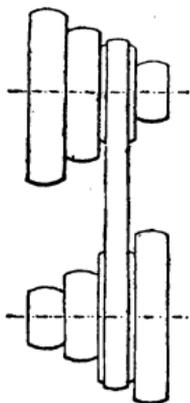

Fig. 535.
**Poulie cône.** — Dite aussi poulie étagée parce qu'elle comporte plusieurs étages, plusieurs diamètres variables, permettant de varier la vitesse avec une même courroie chaussant les étages correspondants de deux cônes conjugués (fig. 535).